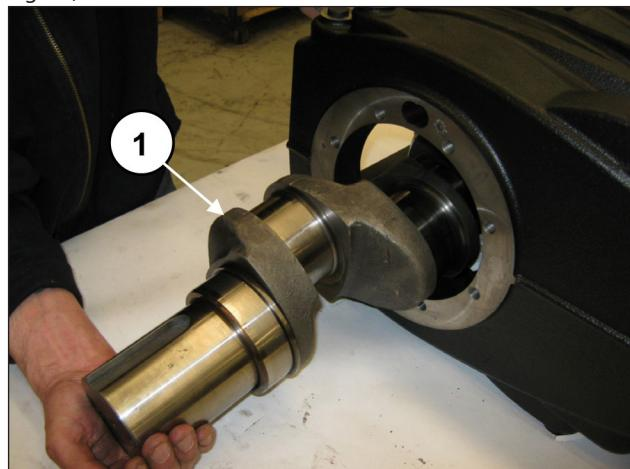

Fig. 31
Dégager le vilebrequin du carter, côté prise de force (rep. ①, Fig. 31).